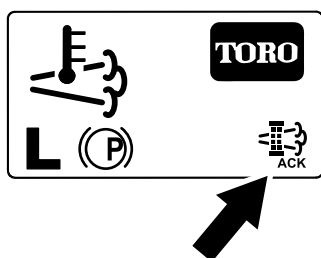

Рисунок 95
8. В ходе процесса регенерации дисплей инфо-центра показывает главный экран и в правом нижнем углу экрана отображается значок подтверждения регенерации (Рисунок 95).